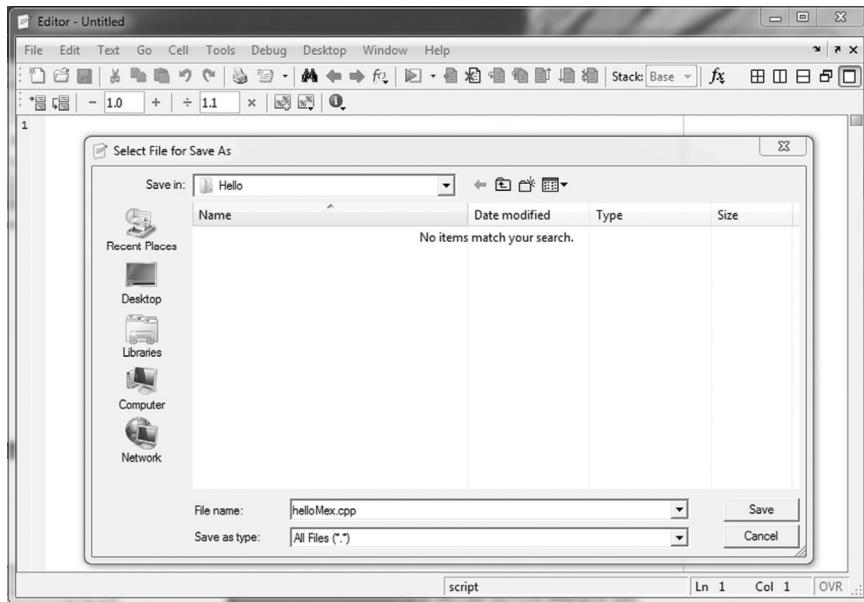

图 2.5 将新脚本保存为 C++文件
**步骤 3** 打开 MATLAB 编译器，在菜单中选择 File>New>Script 创建新的脚本。然后在编译器中将新脚本保存为 helloMex.cpp，如图 2.5 所示。